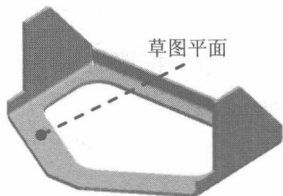
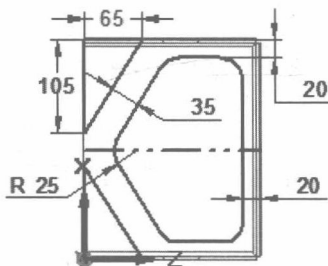
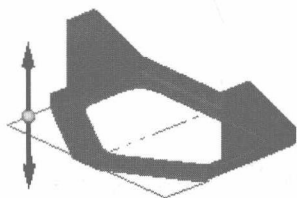

图 1.11 除料特征 2
图 1.12 截面草图
图 1.13 定义移除方向
Step11. 创建图 1.11 所示的除料特征 2。在“主页”功能选项卡的“钣金”工具栏中单击“打孔”按钮，选择“除料”命令；在系统“单击平的面或参考平面”的提示下，选取图 1.11 所示的模型表面为草图平面，绘制图 1.12 所示的截面草图，单击“主页”功能选项卡中的“关闭草图”按钮，退出草绘环境；在“除料”工具条中单击按钮定义延伸深度，在该工具条中单击“贯通”按钮，并定义移除方向如图 1.13 所示；单击“完成”按钮，完成特征的创建。